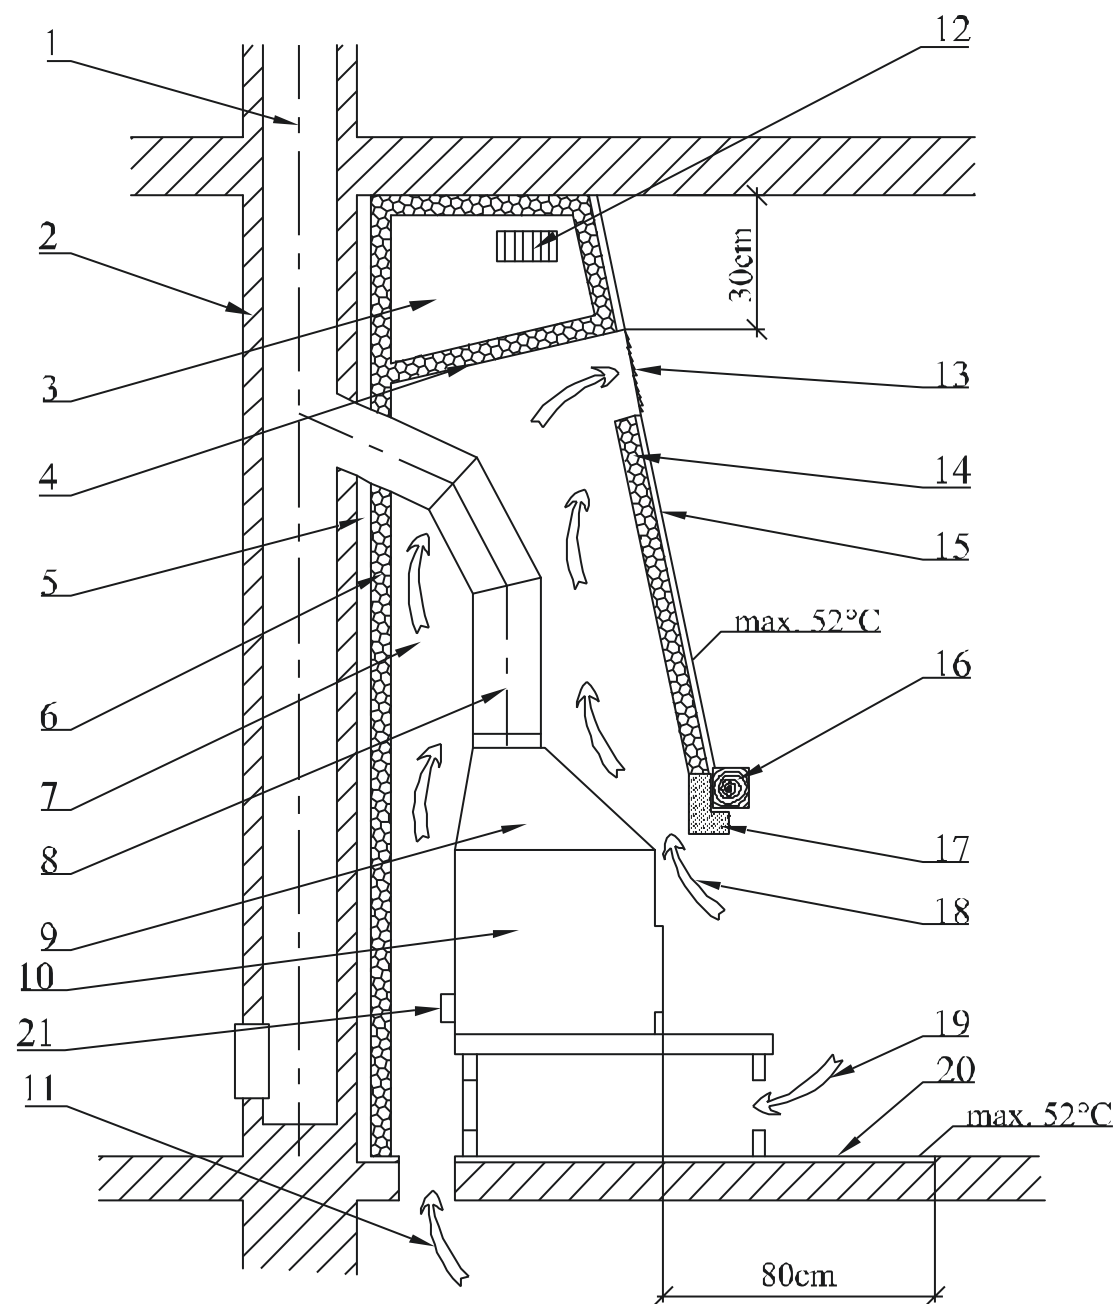

Рис. 2
Безопасное расстояние от косяка двери и подобным способом расположенных строительных конструкций из горючих материалов, а также от трубопроводов, включая их изоляцию, составляет мин. **20 см**. От остальных частей конструкции из горючих материалов – мин. **40 см** (см. рис. 2) согласно **ČSN 06 1008/1997**. Имеются в виду строительные материалы класса **B, C** и **D** согласно **ČSN EN 13501-1+A1/2010** (см. таблицу № 1). Это действительно также для стен, и главным образом, потолков со штукатуркой на горючем основании, например, Латих, Палах и т.п. Если эти расстояния невозможно соблюсти, необходимо предотвратить опасность пожара при помощи строительно-технических мер – негорючая облицовка, теплостойкая изоляция, ширма.
5. Вывод нагретого конвекционного воздуха должен находиться мин. на **30 см** ниже потолка (рис. 2).
6. Над выводом конвекционного нагретого воздуха должна быть негорючая конструкция перекрытия. Ее температура не должна превысить величину **50°C**. Поэтому низ потолка должен быть изолирован от воздействия тепла из камина перегородкой и как минимум одним полностью закрываемым отверстием с решеткой (рис. 2) или достаточным слоем теплоизоляции.